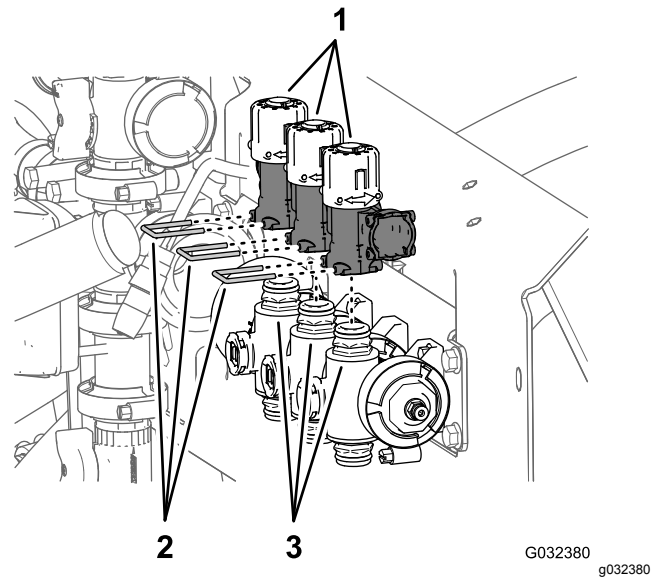

Bild 57
1. Entfernen Sie die drei Halter, mit denen die drei Sicherheitsventile an den drei Verteilerventilen befestigt sind (Bild 57).
2. Heben Sie die drei Sicherheitsventile von den drei Schnellkupplungen der Verteilerventile ab (Bild 57).